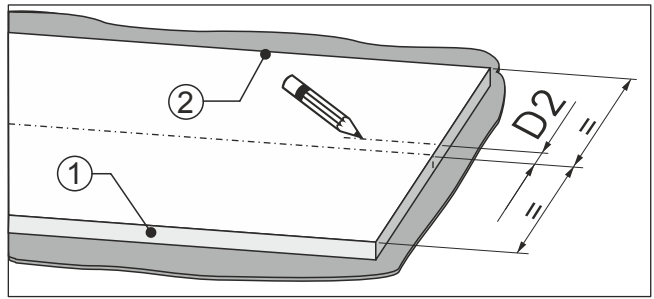

Fig. 96
- Mål fra midten av møbelfronten målet Fig. 96 (D2) i retning av dørstoppsiden Fig. 96 (2).